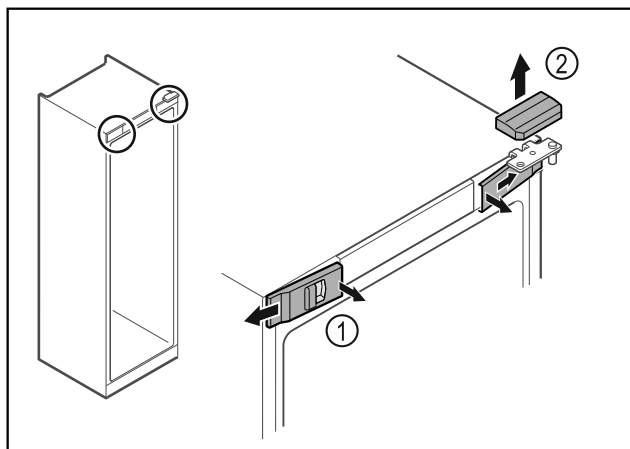

Fig. 8
- Desencajar las cubiertas delanteras Fig. 8 (1) del interior y dejarlas a un lado.
- Retirar hacia arriba la cubierta superior Fig. 8 (2).